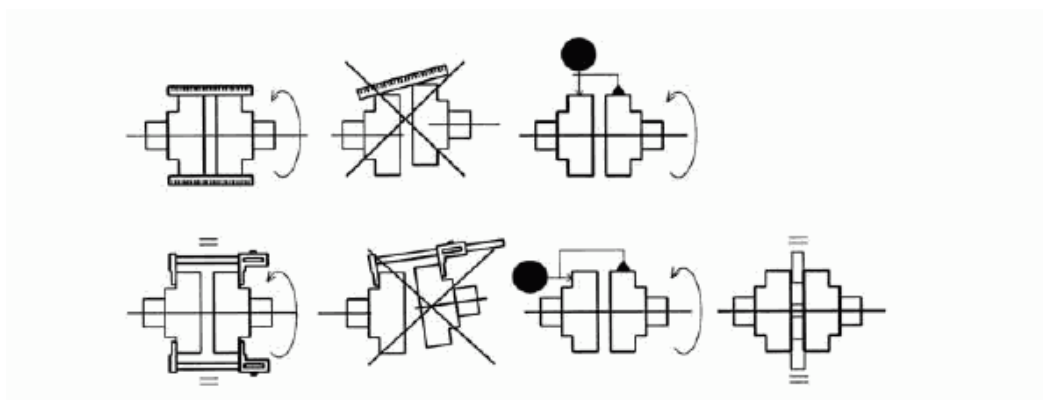

Рисунок 6. Примеры центровки валов
Отключив питание привода, закрепите два циферблатных индикатора в диаметрально противоположных точках на одной половине муфты или на валу за муфтой, при этом шток индикатора должен касаться задней поверхности второй половины муфты (см. рисунок 6). Вращайте муфту. Индикаторы должны расположиться в линию вертикально, после этого на циферблатах установите ноль. Поверните муфту на 180° и запишите показания каждого индикатора. Показания должны быть одинаковыми, но не обязательно нулевыми. Они могут быть как положительными, так и отрицательными, но обязательно одного знака. Отрегулируйте положение одного из блоков при необходимости. Поверните муфту, чтобы индикаторы расположились горизонтально, после этого на циферблатах установите ноль. Затем повторите вышеописанную операцию, повернув муфту на 180° , рис. 4 (проверка параллельности осей).
7.1.7 Набивка сальника (рис. 6)